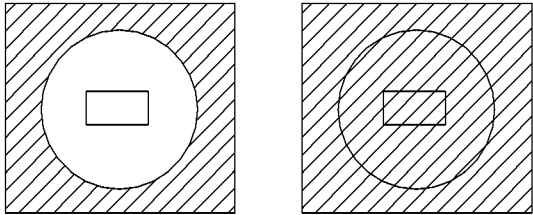

图 8-33 孤岛填充练习
2) 理解图案填充的“孤岛”概念，进行孤岛设置，完成如图 8-33 所示图形。